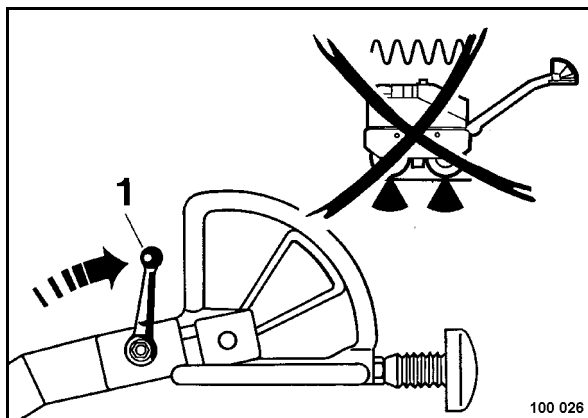

Fig. 33
- Poner la palanca de vibración (1) (Fig. 33) hacia atrás; la vibración está desconectada.